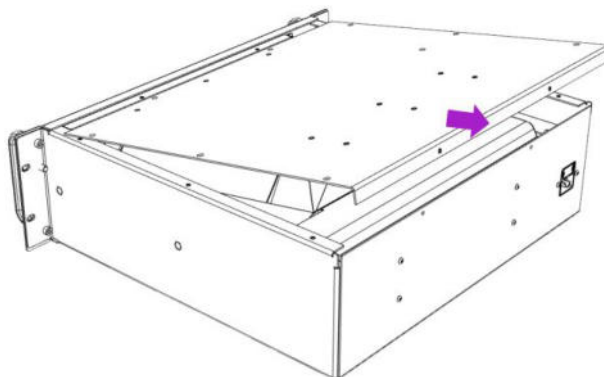

Abb. 12
5. Oberen Gehäusedeckel ca. 2cm in Pfeilrichtung ziehen (Abb.12)